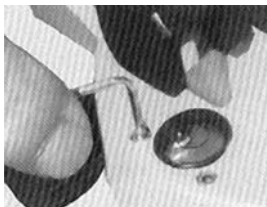

Рис. 8
- Затем с помощью шестигранника доведите пузырек в центр круглого уровня вращением двух юстировочных винтов (рис. 8).